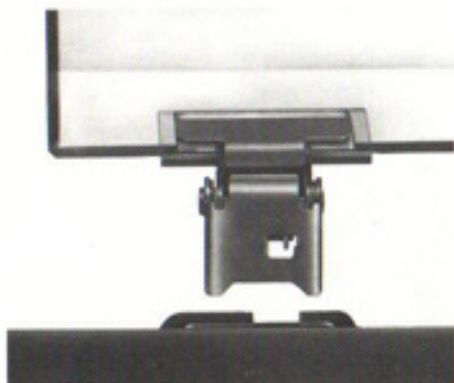

Fig. 2
2. Posizionare il coperchio sull'apparecchio mediante le due cerniere, come indicato in Fig. 2.
2. Attach dust cover by means of the appropriate hinges as shown in Fig. 2.